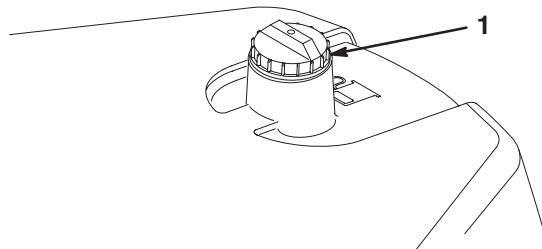

Figure 25
1. Nettoyez la surface autour du bouchon du réservoir de carburant (Fig. 25).